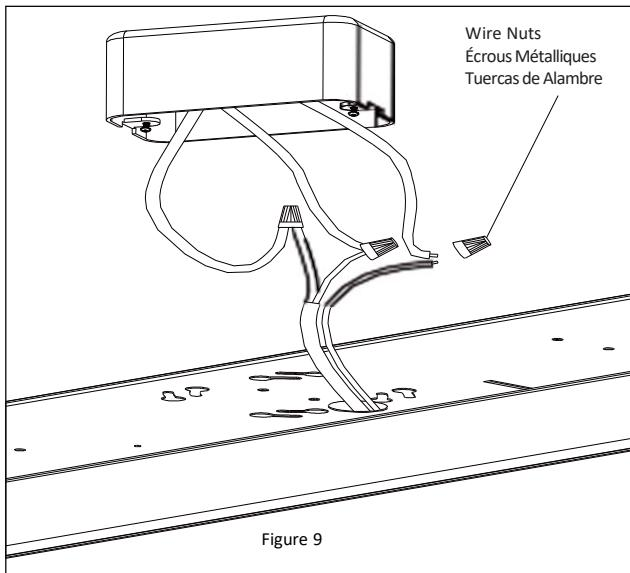

Figure 9
4. Installez les quatre ancrages muraux fournis dans les quatre avant-trous réalisés à l'étape précédente. **Reportez-vous à la Figure 9.**
7. Make the wire connections Black to Line, White to Neutral and Green to Ground. Use the supplied wire nuts to secure the connections. **See Figure 9.**
7. *Raccordez le fil noir au fil de phase, le fil blanc au fil neutre et le fil vert à la mise à la terre. Utilisez les capuchons de connexion fournis pour bien assurer les raccordements. Reportez-vous à la Figure 9.*